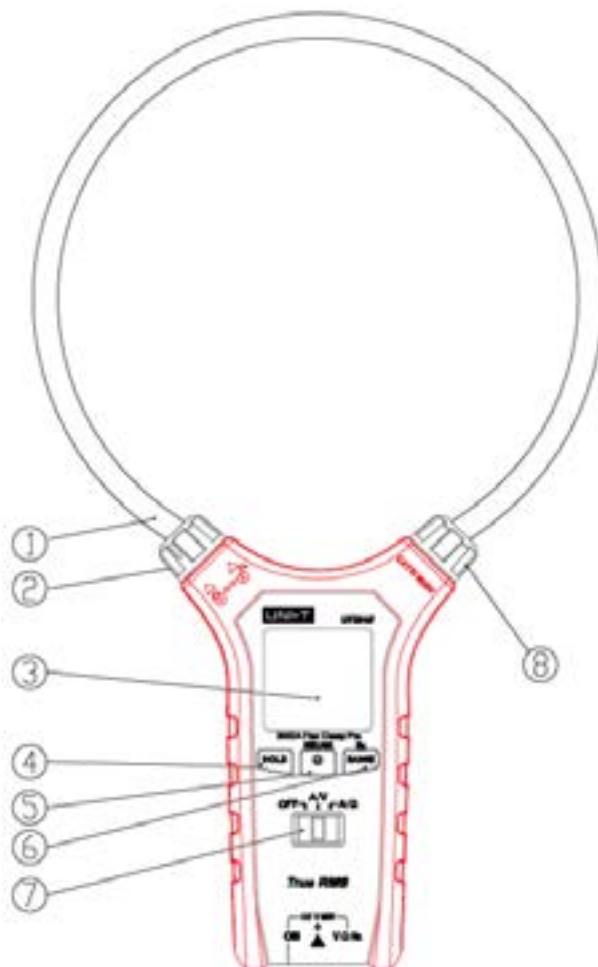

Figure 1
V. La structure externe et les symboles d'impression (voyez la figure 1)